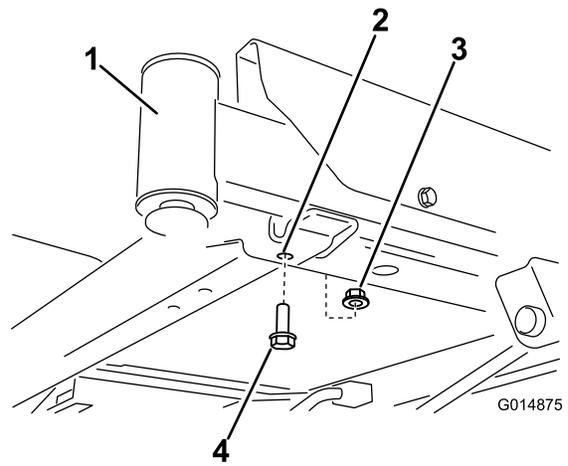

Figure 3
1. Repérez les boulons avant sur le dessous du cadre (Figure 3 et Figure 4).